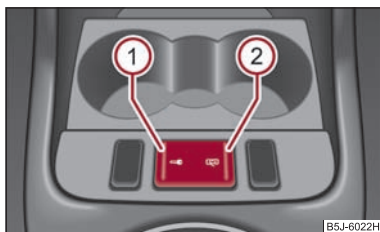

Fig. 27 Tasta închiderii centralizate
- Apăsați tasta **1** ⇒ fig. 27. Simbolul  din tastă se aprinde.
- Apăsați tasta **2** ⇒ fig. 27. Simbolul  din tastă se stinge.